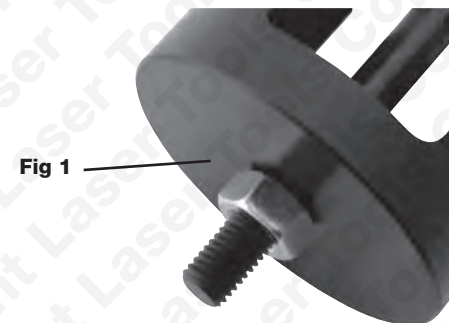

Fig 1
1. Monte a ferramenta de pressão conforme se ilustra na Fig.1 e extraia o casquilho.